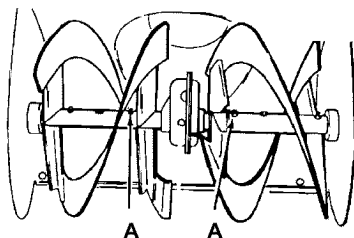

Figura 60
1. Lubrique los **accesorios Zerk (A)** cada diez horas con una pistola engrasadora.
2. Cada vez que cambie un perno de seguridad, engrase también el eje de la barrena. Vea la Figura 60. Consulte “Cómo reemplazar los pernos de seguridad de la barrena” en la sección de Servicio y Ajustes.